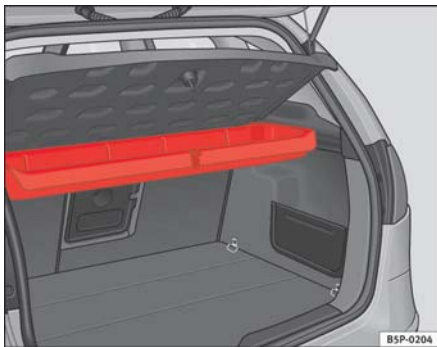
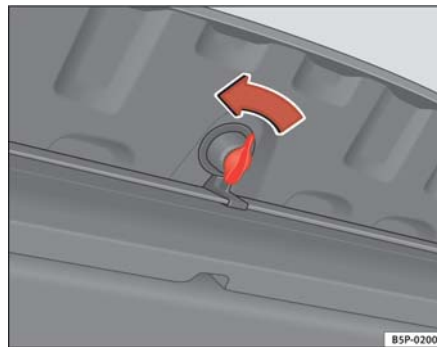

Fig. 108 Alojamiento para el triángulo de preseñalización bajo la bandeja posterior
Fig. 109 Apertura de la caja portaobjetos
El triángulo de preseñalización* se encuentra debajo de la bandeja posterior en una caja portaobjetos. ⇒ **fig. 108**. Para abrir esta caja portaobjetos, gire el pestillo 90°. ⇒ **fig. 109**
- Abra la caja portaobjetos girando el pestillo 90°. ⇒ página 119, **fig. 109**